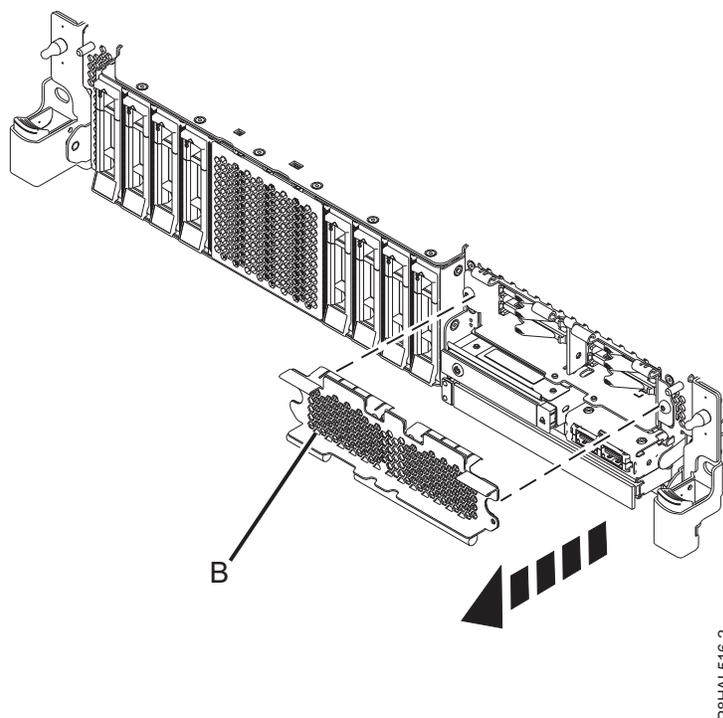

Figura 7. Remover a tampa da estrutura da unidade SSD para aceder às ranhuras de unidade SSD num sistema de função expandida
3. Para aceder às ranhuras SSD, remova a placa perfurada (**B**) que está a cobrir a estrutura de SSD, tal como é demonstrado em Figura 7 na página 12.